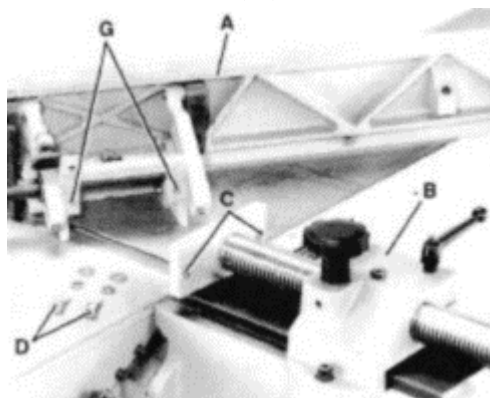

Рис. 15 Сборка ограждения
1. Совместите два резьбовых отверстия (G), Рис. 15, на ограждении (А) с двумя отверстиями (С) на каретке ограждения (В) и прикрепите ограждение к каретке с помощью двух винтов с головкой под шестигранник М8 х 25 мм, стопорных шайб и плоских шайб (D).